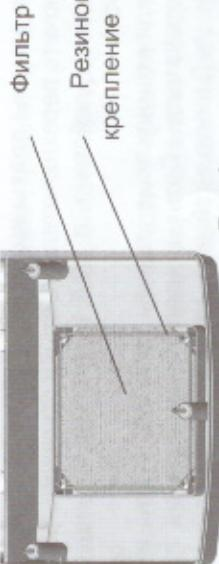

Рис.4
- Установить новый фильтр на воздушную решетку с внутренней стороны корпуса и зафиксировать его резиновым креплением (рис.4).